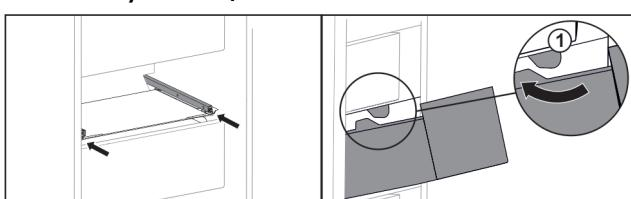

*Fig. 99*
- Підняти висувний ящик знизу назад. *Fig. 99 (1)*
- Вийняти висувний ящик рухом вперед. *Fig. 99 (2)*